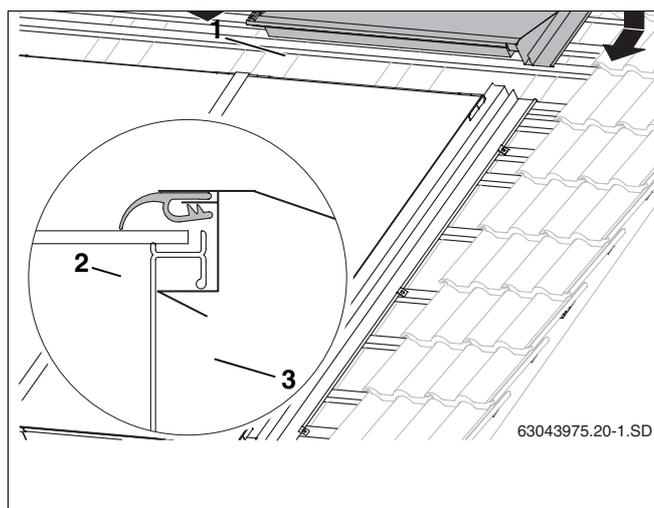

Fig. 55 Lamiera di copertura superiore destra
- Inserire la lamiera di copertura superiore destra (fig. 55, **pos. 1**) nella lamiera di copertura laterale destra.
- Premendo sulla parte superiore della lamiera di copertura, la lamiera si incastra sotto l'impugnatura del telaio dei collettori (fig. 55, **pos. 3**).
- Disporre lo spigolo di gomma (fig. 55, **pos. 2**) sulla parte superiore del collettore e spostarlo in avanti.